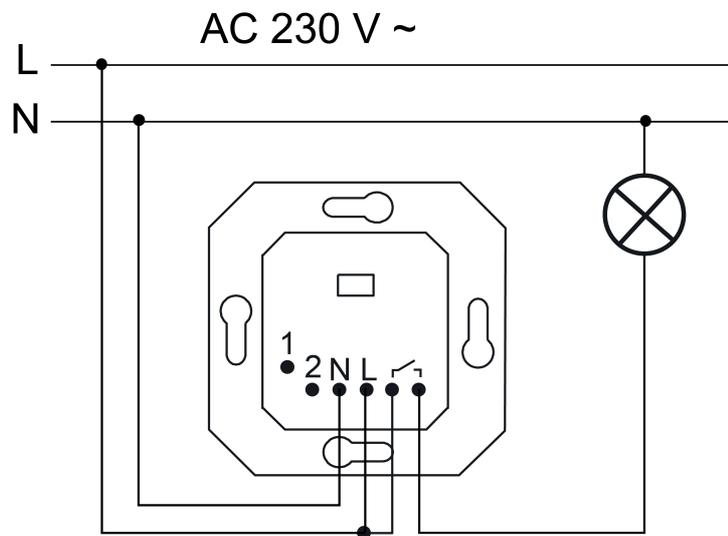
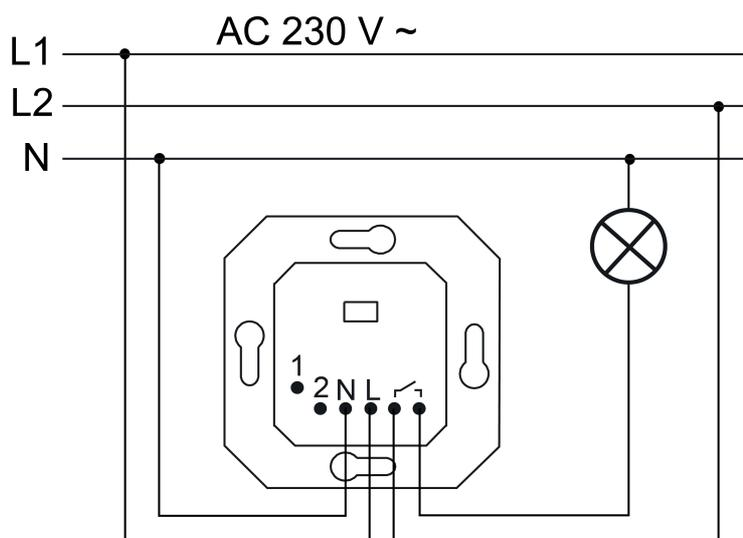

Bild 2: Anschlussbeispiel an einem Außenleiter
Bild 3: Anschlussbeispiel an zwei Außenleitern
- Einsatz und Last gemäß Anschlussbeispielen anschließen (Bild 2), (Bild 3).